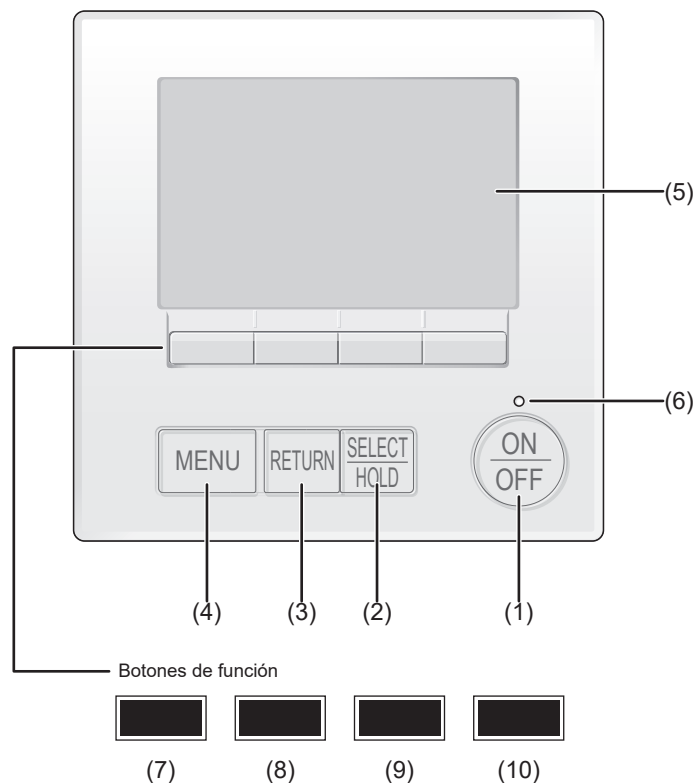

Fig. 7-1
7.2.1. Al usar el mando a distancia con cable (Fig. 7-1)